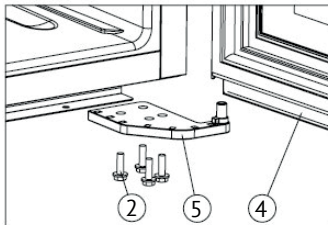

Bild 2
➔ Nachdem Sie die M5\*16-Schrauben ② gelöst haben, entfernen Sie das untere rechte Scharnier ⑤ (Bild 2).